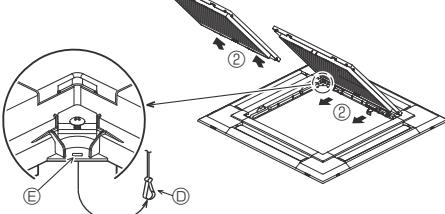

Fig. 9-3
9.2.1. Afmontering af indtagsgitteret (Fig. 9-3)
- Skub håndtagene i retningen angivet af pilen ① for at åbne indtagsgitteret.
- Med indtagsgitteret i "åben" position fjernes indtagsgitterets hængsel fra gitteret som vist med pilen ②.
[Fig. 9-3] [Fig. 9-4]